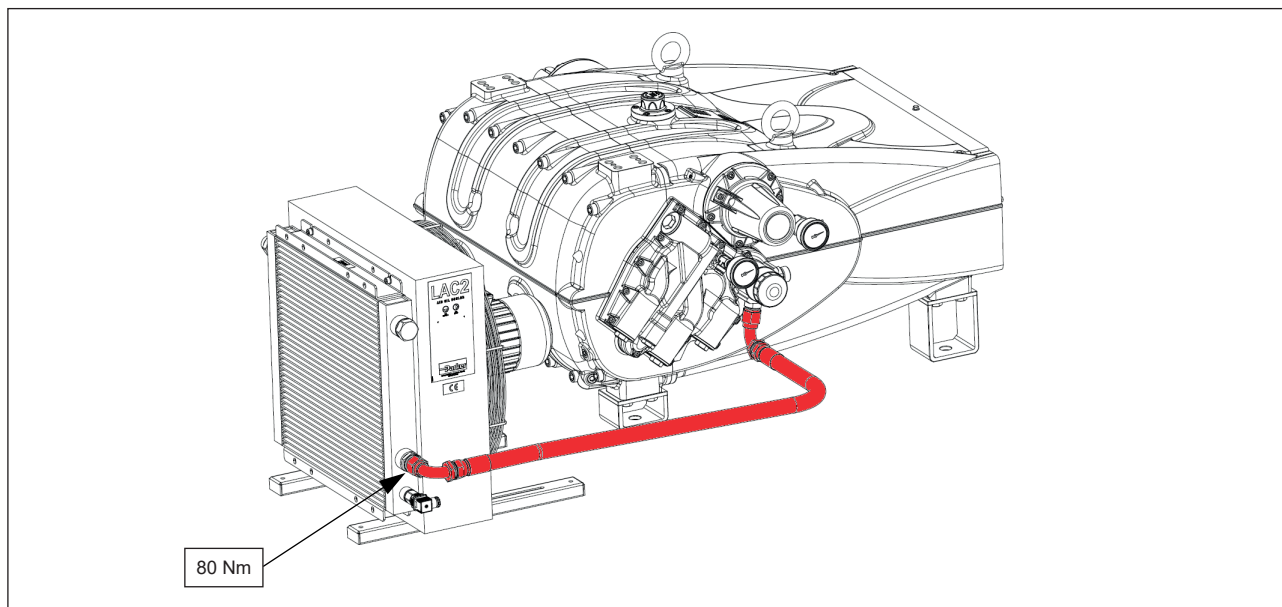

Fig. 15
2. Conectar el primer tubo con el codo de 90° al racor situado en la entrada del intercambiador, situado en su lado inferior (ver la fig. 15). Apretar con un par de apriete de 80 Nm.